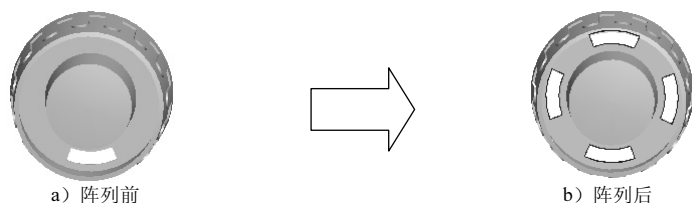

图 8.17 环形阵列 2
(3) 定义拉伸属性。再次单击 **创建** 区域中的 按钮，然后将布尔运算设置为“求差”类型 ，在 **范围** 区域中的下拉列表中选择 **贯通** 选项，将拉伸方向设置为“方向 2”类型 。
(4) 单击“拉伸”对话框中的 **确定** 按钮，完成拉伸特征 2 的创作。
Step 9 创建图 8.17 所示的环形阵列 2。